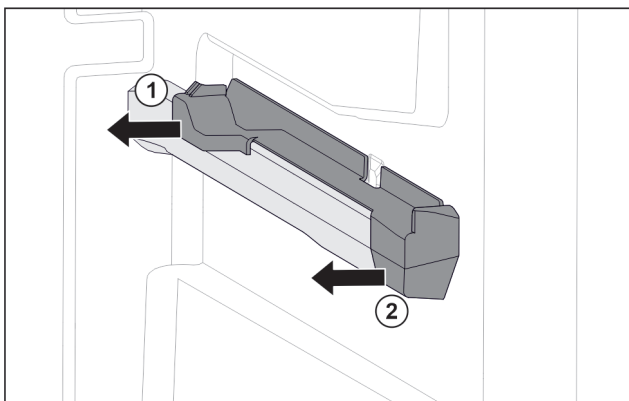

Fig. 107 Aufsteckteil auf der rechten Behälterrippe
- ▶ Aufsteckteil unten hinten greifen. Fig. 107 (1)
- ▶ Aufsteckteil hinten zur Seite abziehen. Fig. 107 (1)
- ▶ Aufsteckteil vorne zur Seite abziehen. Fig. 107 (2)